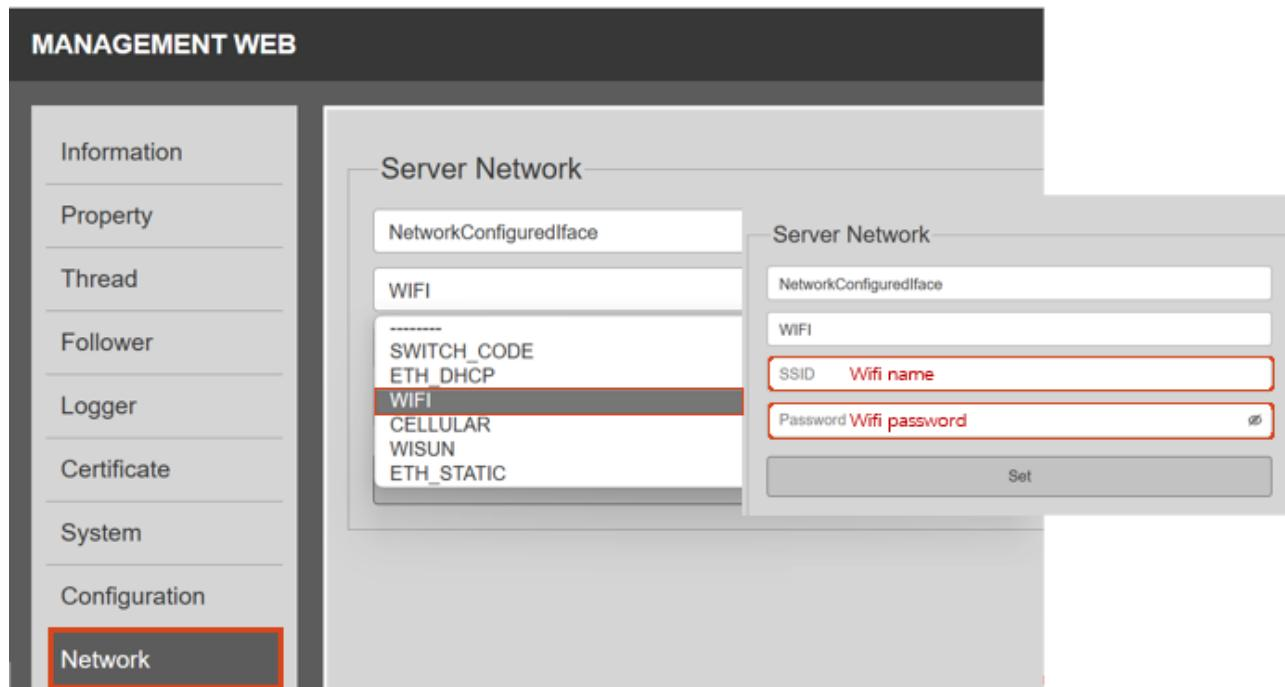

Рисунок 15.
**Шаг 8.** В разделе **Network** (Сеть) выберите из выпадающего списка требуемый тип связи, например, WiFi, см. Рисунок 15. Введите название и пароль Wi-Fi сети, затем нажмите **SET**, чтобы сохранить изменения. Обратите внимание, что название сети Wi-Fi нужно вводить с учетом регистра букв.
В разделе **Network** (Сеть) выберите из выпадающего списка пункт **WIFI**, см. Рисунок 15. Введите название и пароль Wi-Fi сети, затем нажмите **SET**, чтобы сохранить изменения. Обратите внимание, что название сети Wi-Fi нужно вводить с учетом регистра букв.